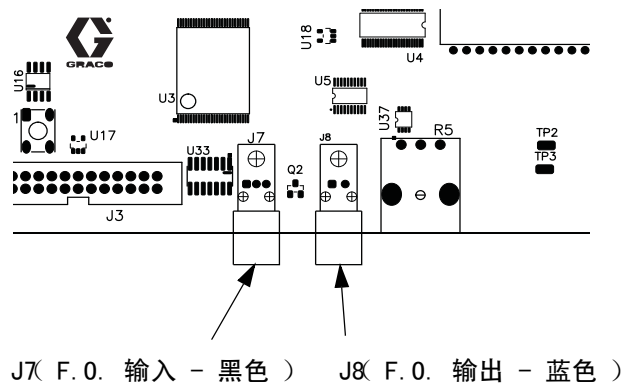

图 14 EasyKey 电路板
5. 将光纤电缆一端穿入方形胶粘固定座。将蓝色和黑色电缆连接器连接至 EasyKey 电路板上匹配的连接器的。参见图 14。将电缆连接器插到底 (大约 1/4 英寸 [6 毫米])，然后拧紧螺纹连接器。